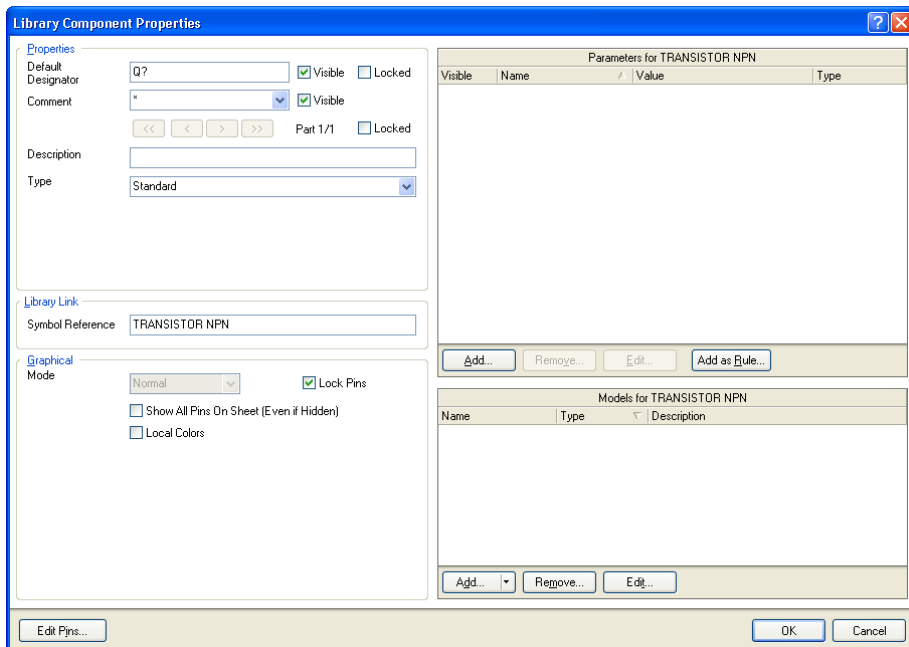

図 10 基本的なコンポーネント属性は、*Library Component* ダイアログで定義します。
1. **SCH Library** パネルの Components リストからコンポーネントを選択し、**Edit** ボタンをクリックするかコンポーネント名をダブルクリックします。 *Library Component Properties* ダイアログ(図 10)が表示されます。